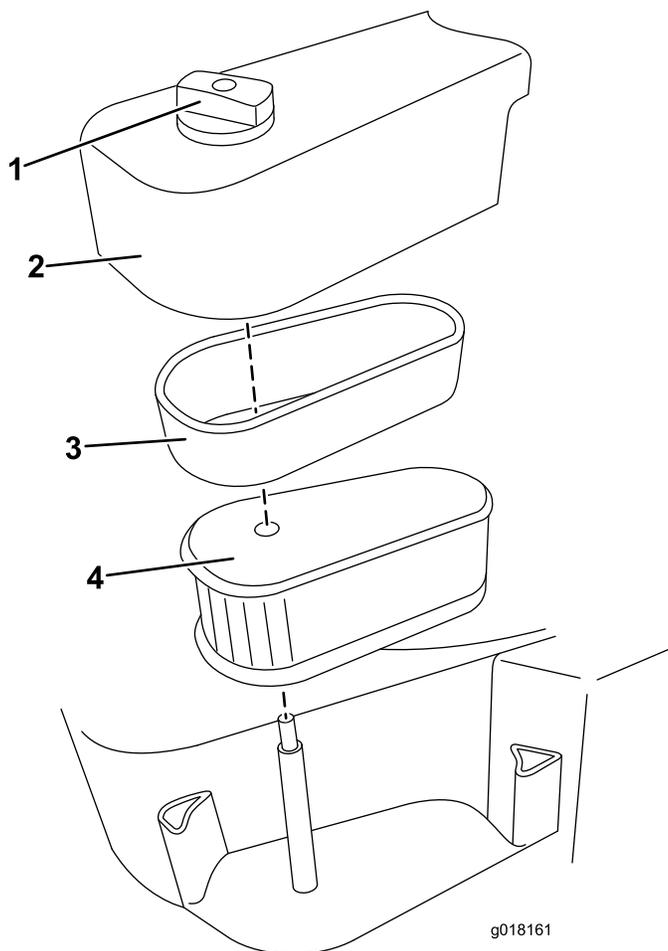

Bild 17
2. Lösen Sie das Handrad, mit dem die Luftfilterabdeckung befestigt ist (Bild 17).
4. Nehmen Sie den Schaumfilter und den Einsatz vorsichtig zusammen heraus, trennen Sie dann den Schaumfilter vom Einsatz (Bild 17).
7. Setzen Sie die Abdeckung auf (Bild 17).